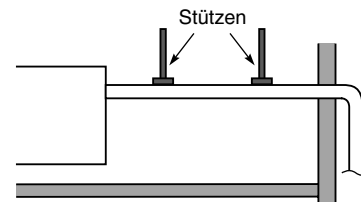

Abb. 3-65-4
- Beim Anbringen des Ablaufrohrs an der Einheitsseite nicht mit Gewalt vorgehen. Ebenso darf das Rohr nicht ohne Abstützung von der Anschlussstelle an der Einheit herabhängen. Das Rohr daher an einer Wand, einem Rahmen oder einer anderen Stelle so nah wie möglich zum Gerät befestigen. (Abb. 3-65-4)